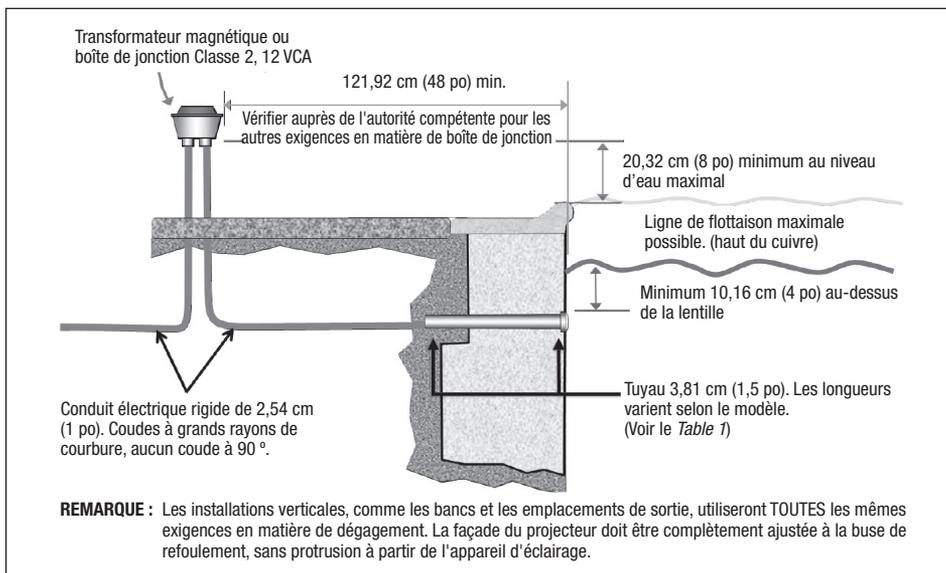

Figure 1. Installation du projecteur DEL Jandy avec raccord en plastique standard de 3,81 cm (1,5 po)
REMARQUE : L'électricien doit compléter les étapes préparatoires avant d'installer l'appareil d'éclairage. Voir la *Figure 1*.
1. La boîte de jonction ou le transformateur magnétique à basse tension doit être situé à au moins 20,32 cm (8 po) (mesuré à partir de l'intérieur de la partie inférieure de la boîte de jonction ou du transformateur) au-dessus du niveau d'eau MAXIMAL ou au moins 10,2 cm (4 po) au-dessus du niveau du sol ou du pourtour de la piscine, selon ce qui est le plus élevé. La boîte de jonction ou le transformateur magnétique 12VAC doit également être installé à au moins quarante-huit (48) pouces (4 pieds) du bord de la piscine, ou selon les instructions du fabricant de la boîte de jonction et/ou du transformateur. Voir la *Figure 1*.
3. Une applique murale ou une buse de refoulement standard de 3,81 cm (1,5 po) en plastique (non fournie) doit être installée de façon à ce que le bord supérieur du projecteur subaquatique soit à au moins 10,2 cm (4 po) sous la surface de l'eau de la piscine. Voir la *Figure 1*.